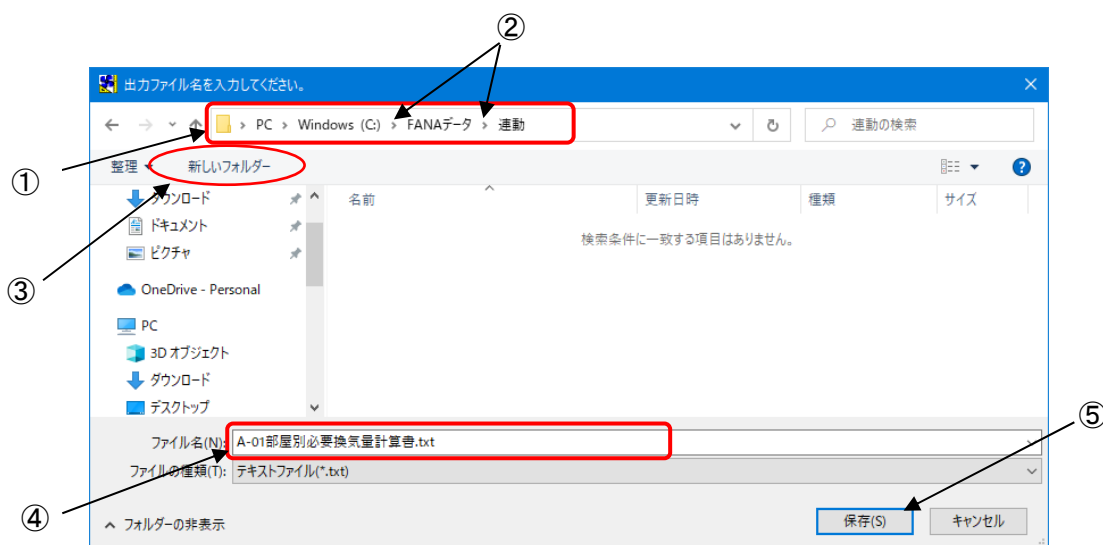

図5
5. 保存先(図 5-①)を設定し、変換データを保存します。
「>」(図 5-②)をクリックして該当のフォルダーを選択し、保存先を指定します(図 5-①)。
新しくフォルダーを作成する場合は、「新しいフォルダー」(図 5-③)をクリックします。
フォルダー名を入力後、新しく作成したフォルダーをクリックし、保存先(図 5-①)に表示させます。ファイル名(図 5-④)を入力し、[保存(S)] ボタン(図 5-⑤)をクリックして保存します。